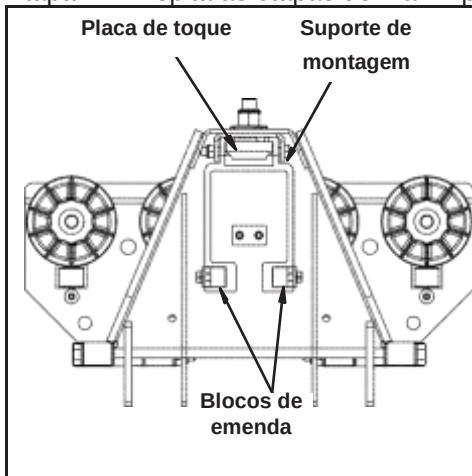
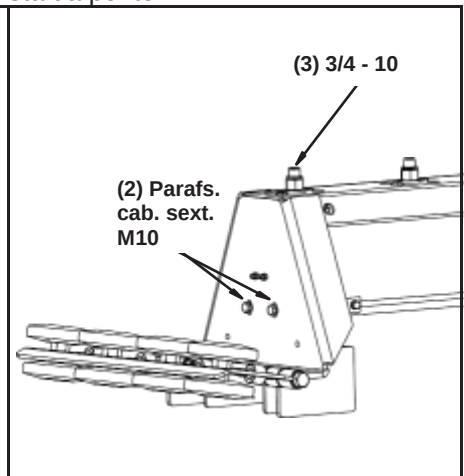

Figura 3-53
Figura 3-55
- Etapa 1. Deslize as três (3) placas de toque e os conjuntos do suporte de montagem no canal de suporte. Consulte a Figura 3-53.
- Etapa 2. Insira os dois (2) conjuntos do bloco de emendas nos canais inferiores do trilho com o orifício roscado voltado para a extremidade do trilho.
- Etapa 3. Coloque o conjunto de mesmo plano sobre os três (3) parafusos 3/4 - 10, apontando para cima a partir dos conjuntos do suporte de montagem.
- Etapa 6. Instale dois (2) parafusos de cabeça sextavada M10 x 30 mm nos orifícios roscados nos blocos de emenda na face do suporte. Aperte até que esteja adequadamente fixo. Consulte a Figura 3-55.